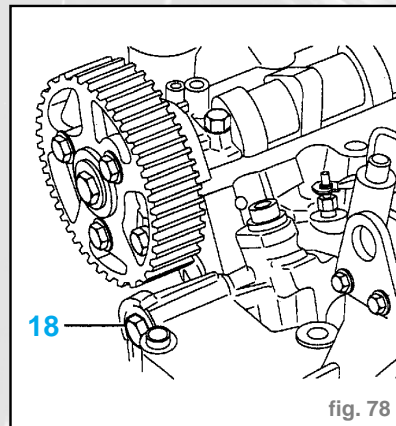

fig. 78
- les faisceaux haute pression (15)
- le couvre-culasse supérieur (16)
- le couvre-culasse inférieur (17)
- Déposer la vis (18) (fig. 78).